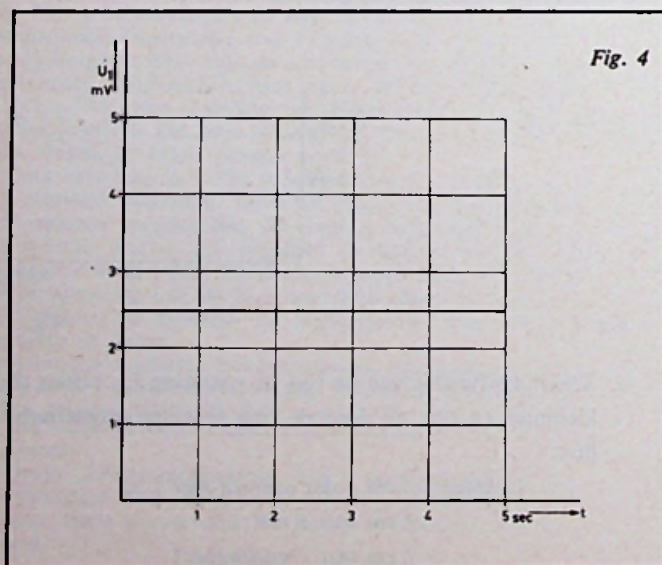

Fig. 4
a. De spanning U_1 is constant en is gegeven door de formule $U_1 = L \Delta I_1 / \Delta t$. Uit fig. 2 volgt $\Delta I_1 / \Delta t = 1/2$ A/s, zodat we voor de spanning vinden $U_1 = 5 \cdot 10^{-3} \cdot 1/2 = 2 1/2 \cdot 10^{-3}$ V = $2 1/2$ mV (fig. 4).